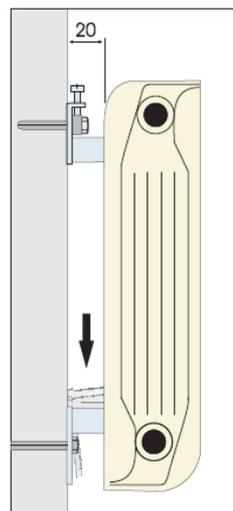

fig. 3
- 13) Fixer la console inférieure en serrant la vis à tête hexagonale et en s'assurant que la console soit correctement fixée au radiateur, bien contre le mur et en position verticale à l'aide, si nécessaire, d'une pince multiprise **(fig. 3)**.